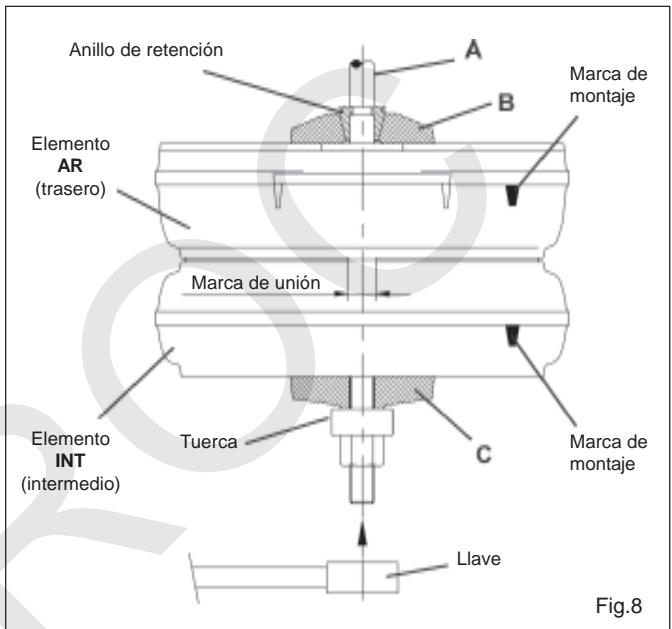

Fig.8
- Efectuar el apriete hasta el momento en que los elementos estén en contacto y verificarlo mirando dentro de la cámara de combustión y en los conductos de humos superiores (fig. 8).